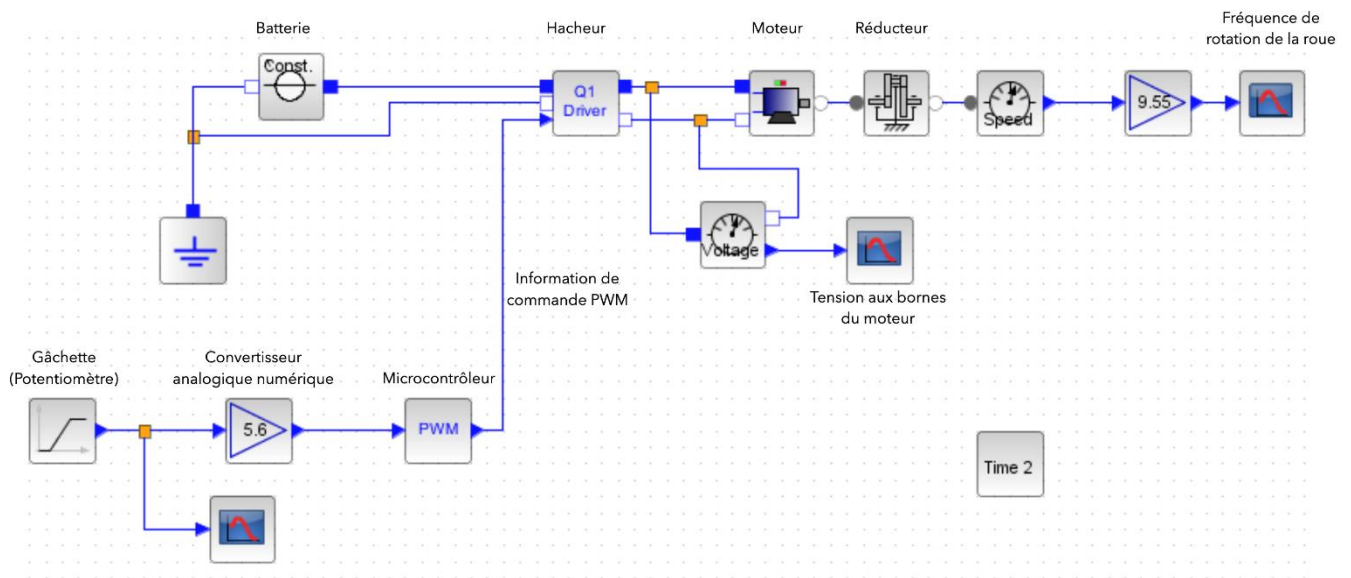

Figure 5 : modélisation multiphysique de l'E-Skate (commande en position 2)
4.2. Paramétrer le bloc Rampe: “Gâchette (Potentiomètre)” avec la valeur maximale de la consigne de position angulaire (exprimée en degrés) dans la case : “Amplitude de la rampe” (figure 5 et 6).